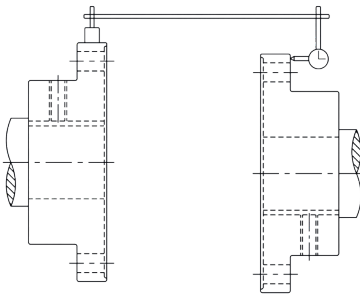

Figura 6: ALINHAMENTO AXIAL (ANGULAR)
- Para conferência do **desalinhamento angular** com relógio comparador, seguir conforme **Figura 6**.